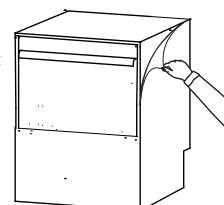

Fig.3
- 6- Retirer le film de protection de l'appareil. (Fig.3)